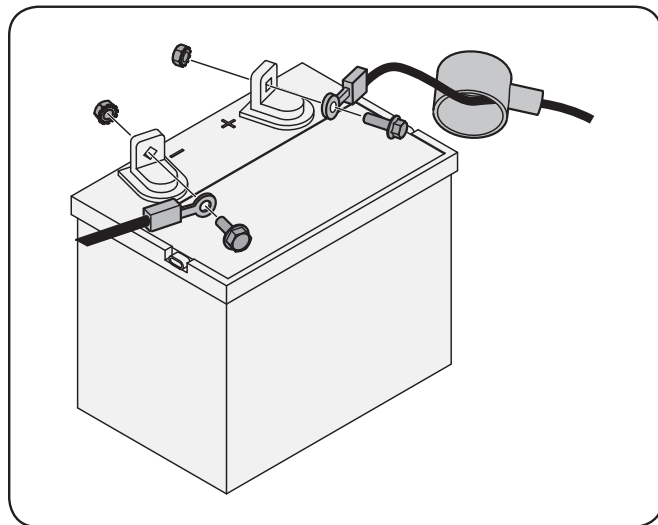

Figure 3-1
1. Enlevez le couvercle en plastique, si équipé, de la borne positive de la batterie et attachez le câble rouge à la borne positive de la batterie (+) avec le boulon et l'écrou à six pans. Voir la Fig. 3-1.
2. Enlevez le couvercle en plastique, si équipé, de la borne négative de la batterie et attachez le câble noir à la borne négative de la batterie (-) avec le boulon et l'écrou à six pans. Voir la Fig. 3-1.